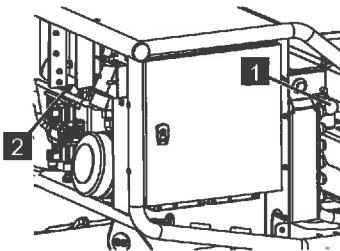

Abb. 201
3. Das Ventil [Stütze,Kette] (Abb.201/1) eindrücken und im Uhrzeigersinn verriegeln.
4. Das Ventil [LS] (Abb.201/2) im Uhrzeigersinn komplett eindrehen.